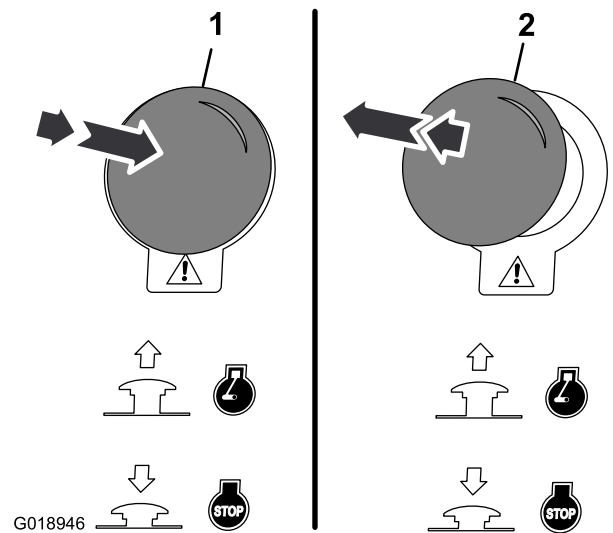

Figura 15
1. Presione hacia abajo el botón de parada de emergencia para parar la máquina inmediatamente (Figura 15).
2. Tire hacia arriba del botón de parada de emergencia para reanudar la operación normal de la máquina (Figura 15).